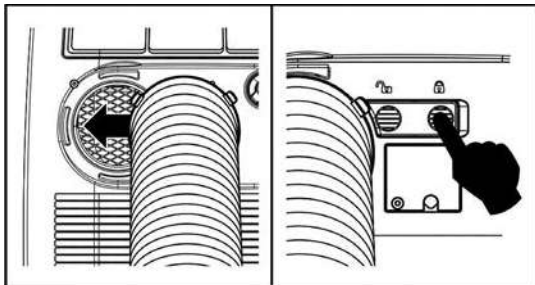
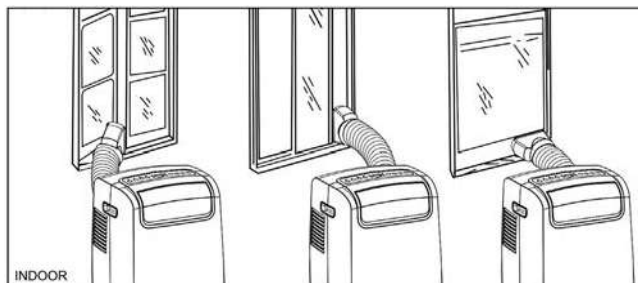

Abb. 3 & 4
Abb. 5
1/ Schließen Sie die Abluftdüse (15) am Abluftanschluss ohne Kerben (14)2/ Schließen Sie den anderen Abluftanschluss (13) am Luftauslass (7) an der Rückseite des Geräts an und drücken Sie zur Befestigung den Kippschalter. (Abb. 3 &4) Ziehen Sie den Schlauch (12) auf die gewünschte Länge und positionieren Sie die Abluftdüse (15) durch ein offenes Fenster, wie in Abbildung 5. dargestellt.